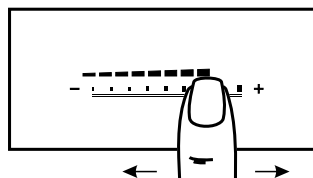

Рис. 14
1. Работающую конфорку касанием зоны ② перевести в режим управления.
2. Перемещая палец по слайдеру ④, изменить режим нагрева конфорки (рис. 14).